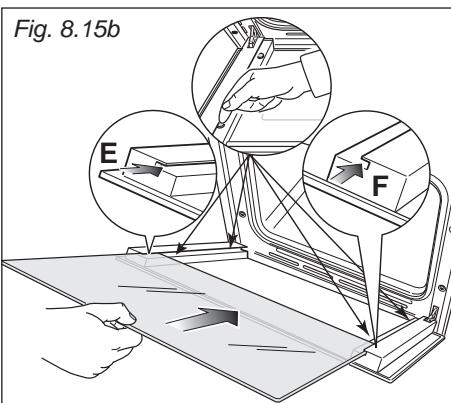
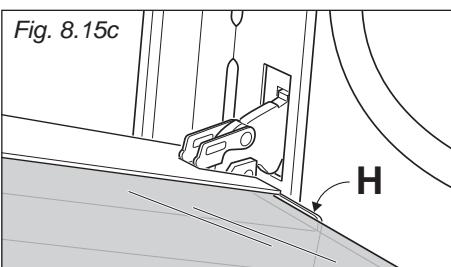

Fig. 8.15b
Fig. 8.15c
- IMPORTANT:** Il est conseillé, lors du remontage de la vitre, de bien tenir en position (par exemple à l'aide d'un doigt) les quatre patins en caoutchouc "D", afin d'éviter la rupture ou le glissement des patins en caoutchouc eux-mêmes (figure. 8.15b).
- Insérez la vitre dans les rails de guidage gauche "E" et droit "F" (fig. 8.15b) et faites-la glisser en douceur jusqu'aux butées "H" (fig. 8.15c).